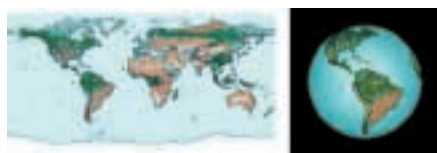

Рис. 2
- текстуры рельефа **Bump** и **Attitude**, позволяющие не только добиться сходства с реальными материалами, но и создать иллюзию рельефа поверхности, а также генерировать псевдотени (рис. 2).